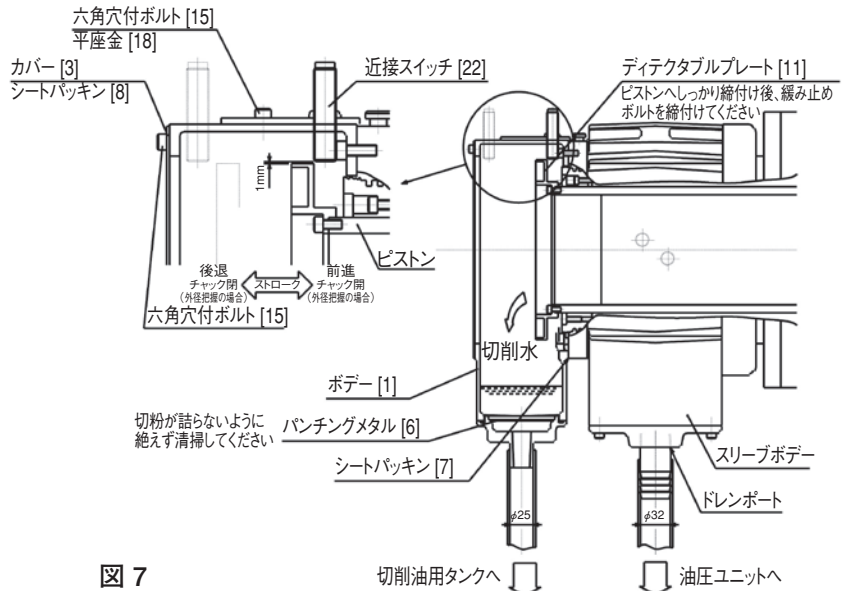

図 7
(内径 φ25) (図7)
近接スイッチの位置調整については下記の手順で行ってください。(図7)
- 切削油がクーラントコレクタから溢れ出た場合、スリーブボデー側へ切削油が混入します。切削油がクーラントコレクタ内に溜まらないように絶えずパンチングメタルを清掃し切粉詰りに十分注意すること。(図7)